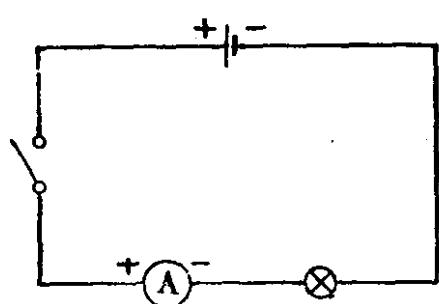

图 1-2 直流电流表的接法
(3) 测量直流电流时，必须用直流电流表。直流电流表的表面上标有“-”符号，表示用于直流测量。接线柱旁标有“+”和“-”符号，要使电流从电流表的正接线柱“+”流入，负接线柱“-”流出，如图 1-2 所示。